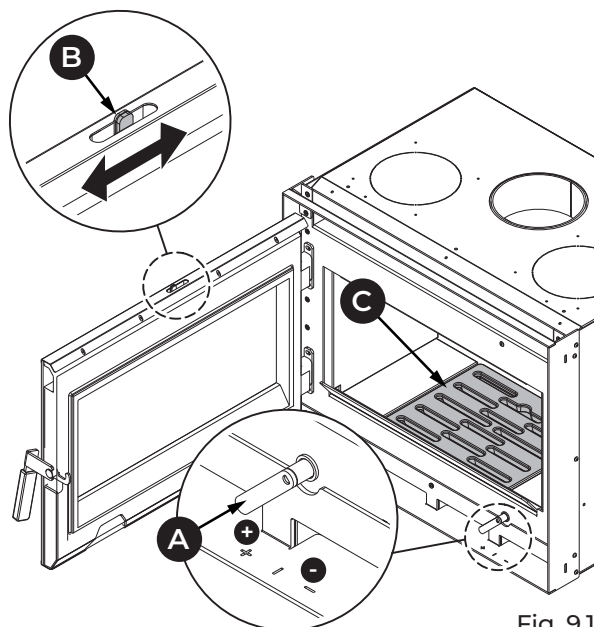

Fig. 9.1
- Pour ouvrir au maximum (+) le registre d'air primaire (A) et de nettoyage de la vitre (B) (Fig. 9.1).
- Poser avec précaution les morceaux de bois sur la grille du foyer (C) (Fig. 9.1).
- Maintenir le registre d'air comburant (A) et de nettoyage de la vitre (B) ouverts (+) pour garantir une flamme haute et lumineuse.